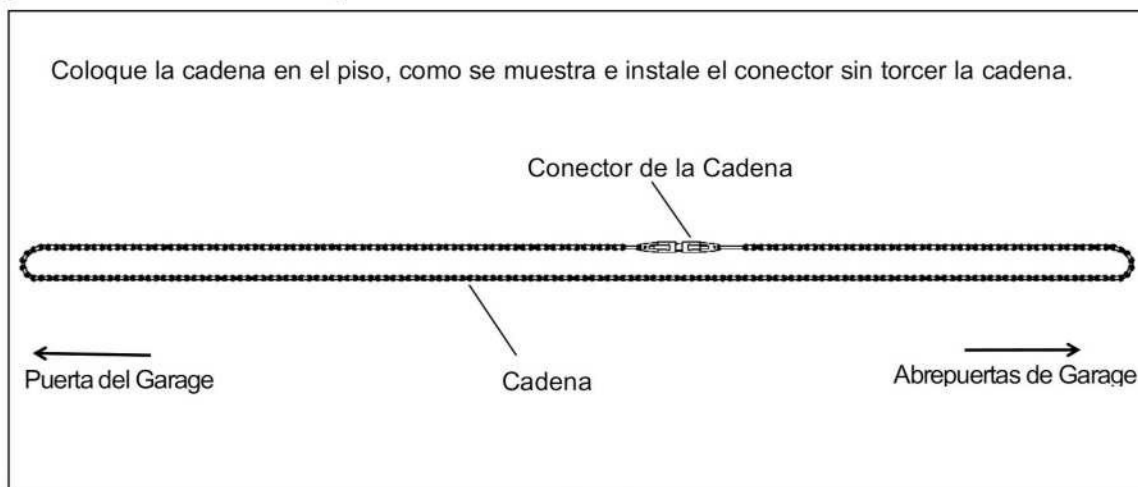

Fig.27
5.12.-Preparando la Cadena para el Riel "T". (Fig.27)